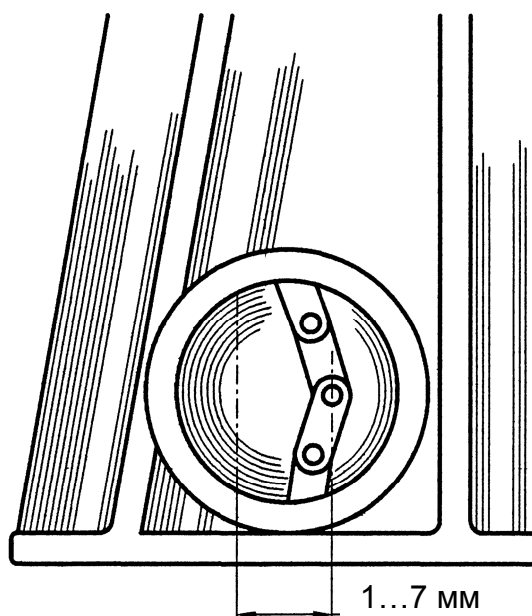

Рис. 21 – Регулировка натяжения цепи коробки реверса
- разворотом диска ведомого шкива против часовой стрелки до упора натяните цепь, разворотом диска по часовой стрелке – расслабьте. Разность указанных положений цепи должна составлять 1...7 мм (рис. 21);